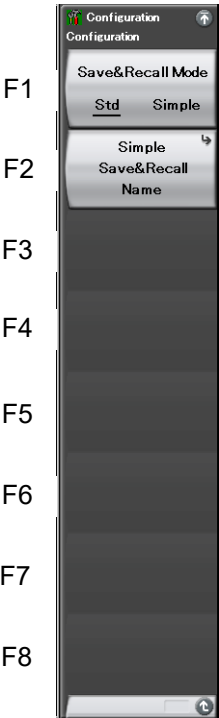

図3.6.4-1 Save&Recall Settings ファンクションメニュー
- 3.  (Save&Recall Settings)を押すと、図 3.6.4-1 の Save&Recall Settings ファンクションメニューが表示されます。